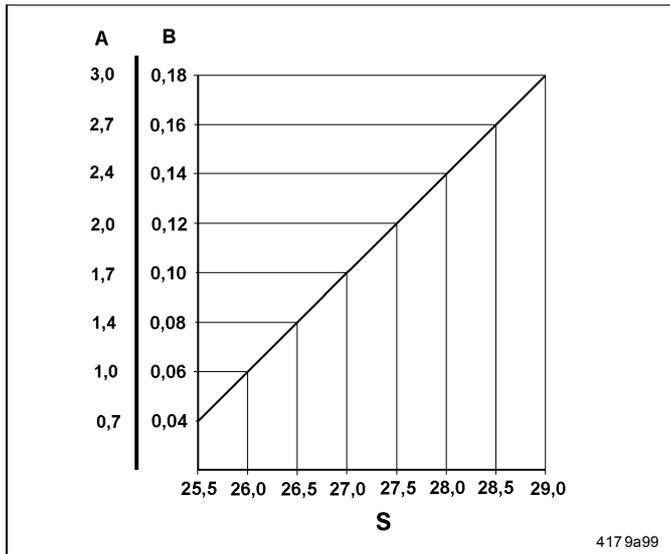

Abb. 4-3 Fördermengendiagramm
- Einstellmaß " S " (Abb. 4-3) 28 mm
- ➔ Einstellmaß S zur benötigten Fördermenge anhand des Fördermengendiagramms (Abb. 4-3) ermitteln (inkl. Abweichung).